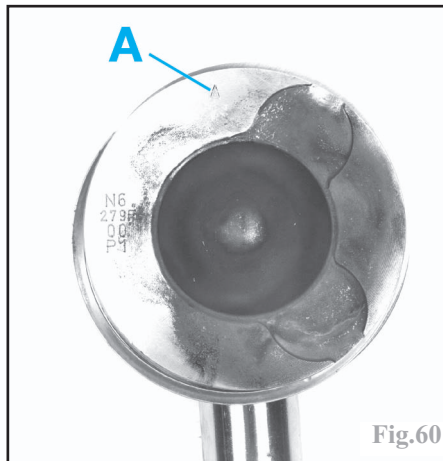

Fig.60
Mettre en place chaque ensemble bielle-piston huileé et apparié dans le bloc-cylindres à l'aide d'un collier à segments (ensemble n°1 côté volant moteur) et orienter la flèche (A) côté distribution (Fig.60) (les empreintes des soupapes se trouvent côté échappement).